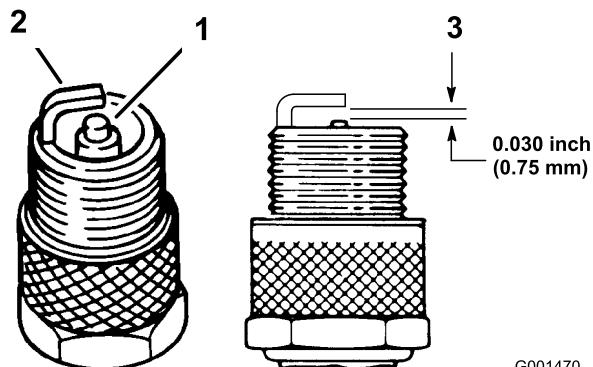

Figura 31
3. Verifique o estado dos eléctrodos lateral e central, bem como do isolante do eléctrodo central, certificando-se de que não se encontram danificados (Figura 31).
- Ajuste a folga existente entre a zona central e lateral do eléctrodo para 0,762 mm (Figura 31).